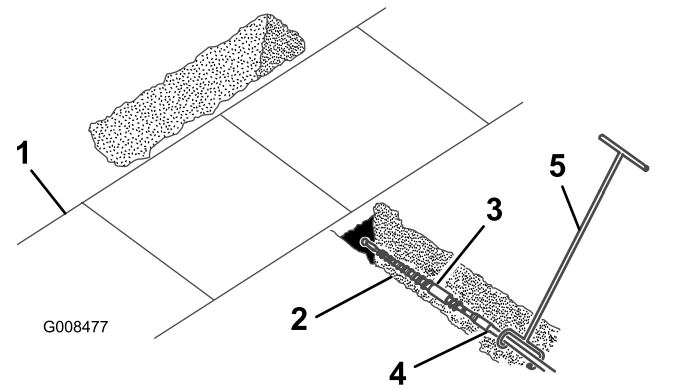

Figura 5
4. Agganciate il guida-asta all'asta, appena dietro la punta di perforazione (**Figura 5**).
5. Mentre la persona che guida la punta di perforazione si trova sulla destra del fosso (**Figura 5**), avviate il motore, spostate la valvola selettiva della pompa in posizione lenta (tartaruga) (solo trattori serie 200 e 300), accelerate fino a raggiungere la metà dell'intervallo relativo al regime motore e spostate indietro la leva dei comandi idraulici ausiliari per avviare la rotazione di avanzamento della punta di perforazione.
6. Avanzate lentamente con il veicolo mentre la persona con il guida-asta guida la punta di perforazione nel terreno (**Figura 5**).